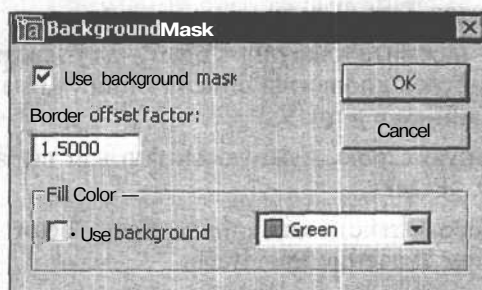

Рис. 9.18. Диалоговое окно для настройки свойств фона к многострочному тексту
3. В появившемся диалоговом окне **Background Mask** (Маска заднего плана) (рис. 9.18) установите флажок **Use background mask** (Использовать маску), а затем выберите цвет фона маски из списка в области **Fill Color** (Цвет) или установите флажок **Use background** (Цвет фона), чтобы цвет фона и рисунка совпадали.